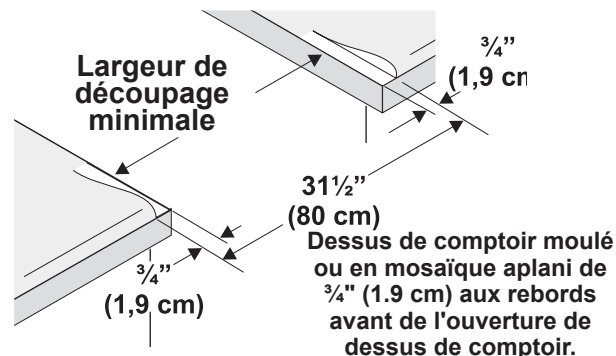

Figure 1
- Utiliser toujours les adaptateurs (2) de 1/2" NPT x 3/4" or 1/2" I.D.) fournis avec le nouveau conduit flexible pour le branchement des appareils électroménagers.
- Les dessus de comptoir au **rebord avant moulé** doivent être aplanis de 3/4" (1,9 cm) à chaque coin avant de l'ouverture (Figure 1).
- Il est possible qu'il soit nécessaire d'araser de 3/4" (1,9 cm) les dessus de **comptoir en mosaïque** à chaque coin avant et/ou d'aplanir le rebord arrondi (Figure 1).